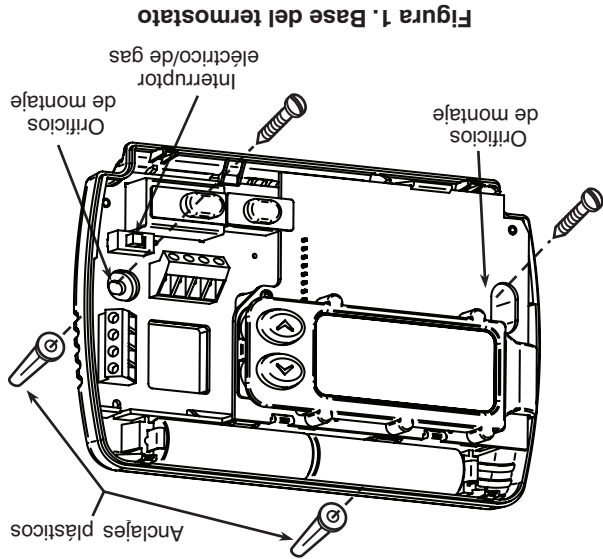

Figura 1. Base del termostato
Este termostato está configurado de fábrica para operar un sistema de aire forzado con combustible fósil (gas, aceite, etc.) de calor/rio. Está correctamente configurado para cualquier sistema que NO requiera que el termostato energice el ventilador en una llamada de calor. Si su sistema es un sistema eléctrico o de bomba de calor que REQUIERE que el termostato encienda el ventilador en una llamada de calor, ubique el interruptor GAS/ELECTRIC (vea la figura 1) y colóquelo en la posición **ELECTRIC**. Esto permitirá al termostato energizar el ventilador inmediatamente en una llamada de calor. Si no está seguro si el sistema de calefacción/refrigeración requiere que el termostato controle el ventilador, póngase en contacto con un servicio técnico de calefacción y aire acondicionado calificado.
5. Fije la base a la pared sin ajustarla demasiado, como muestra la figura 1, usando dos tornillos de montaje. Coloque un nivel contra la parte inferior de la base, ajústela hasta que quede bien nivelada y luego apriete los tornillos. (Esto es por razones estéticas solamente y no afectará el funcionamiento del termostato.) Si utiliza los orificios de montaje existentes, o si los orificios perforados son demasiado grandes y no le permiten ajustar bien la base, use anclajes plásticos para fijar la subbase.
Si aparece el mensaje "LO BATTERY", significa que las pilas tienen poca carga y deben cambiarse. Para obtener resultados óptimos, cambie todas las pilas por pilas alcalinas nuevas de alguna marca líder como Duracell® o Energizer®. Para cambiar las pilas, instélaslas a lo largo de la parte superior de la base (vea la figura 1). Las pilas deben instalarse con los polos positivos (+) hacia la izquierda.